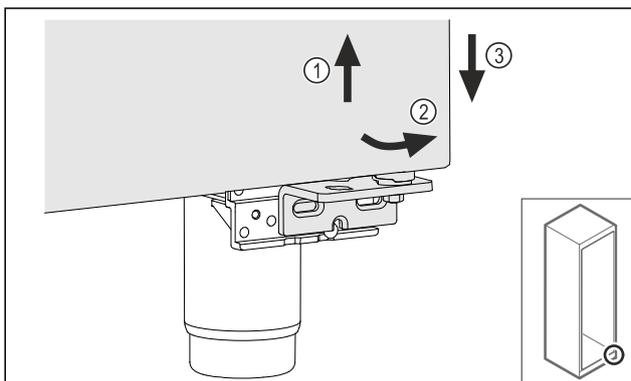

Fig. 27
- ▶ Ανασηκώστε ελαφρώς την πόρτα Fig. 27 (1), γείρετέ την κάτω προς τα εμπρός Fig. 27 (2) και κατεβάστε τη Fig. 27 (3).